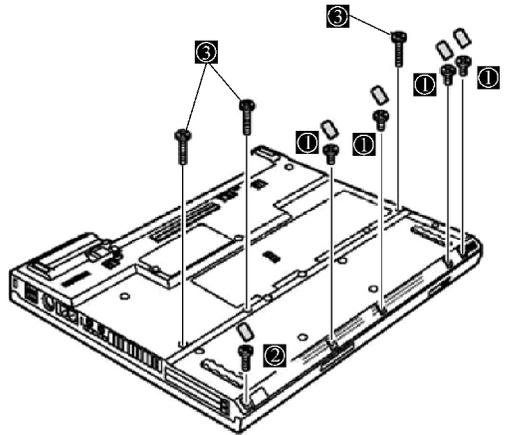

图 2-78 拆去垫片和固定螺钉
1) 如图 2-78 所示，首先去掉螺钉的垫片 (注意不要损坏)，然后使用小十字螺钉旋具拧出螺钉“①”、“②”、“③”，应特别注意三种螺钉的长短不同，所以务必记住它们的位置，以免安装时拧错而造成主板短路。